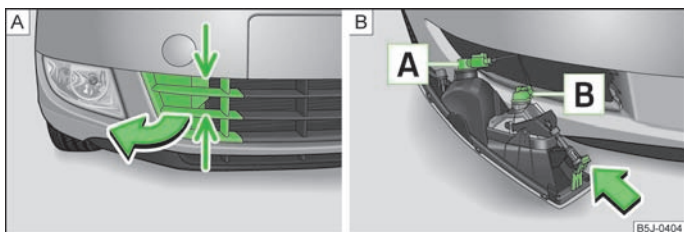

Abb. 150 Vorderer Stoßfänger: Schutzgitter / Ausbau des Nebelscheinwerfers
Glühlampenordnung » Abb. 150.
- › Das Schutzgitter an den mit Pfeilen gekennzeichneten Stellen fassen » Abb. 150 - **A** und die Abdeckkappe herausnehmen.
- › Die Hand in die Öffnung im Schutzgitter führen und die Rastnase » Abb. 150 - **B** in Pfeilrichtung drücken.